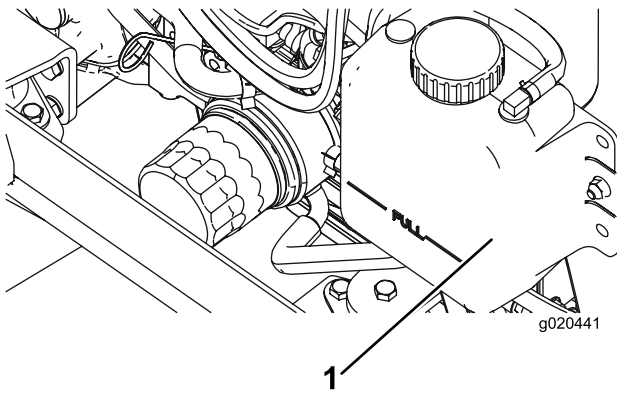

Bild 11
1. Schrauben Sie den Kühlerdeckel und den Deckel vom Ausdehnungsgefäß vorsichtig ab (Bild 11).